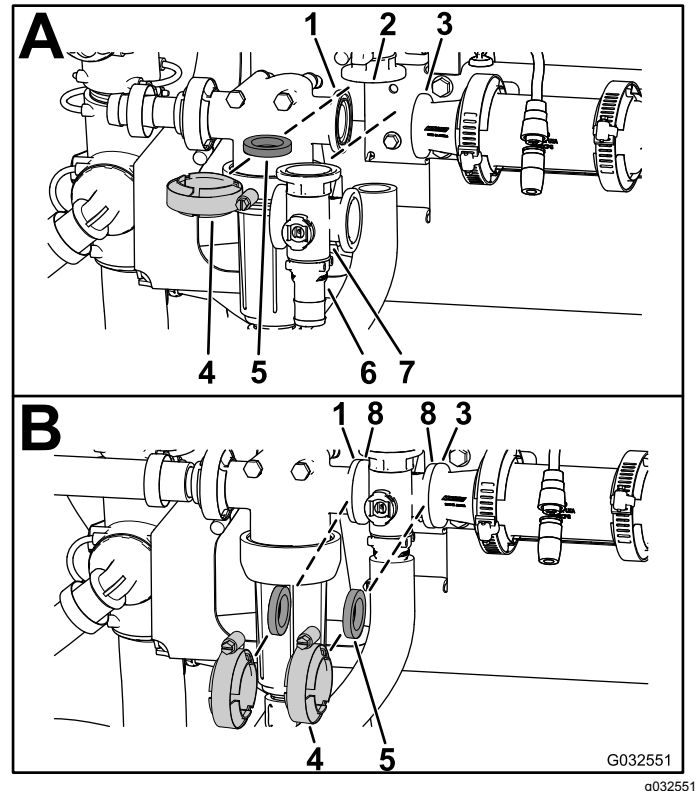

Figura 109
1. Allineate la flangia della valvola di bypass dell'agitatore, una guarnizione e la flangia del raccordo del tappo terminale del collettore della valvola dell'agitatore (A di **Figura 109**).
2. Montate la valvola di bypass dell'agitatore, la guarnizione e il collettore della valvola dell'agitatore con un morsetto serrato manualmente (A di **Figura 109**).
3. Fissate il collegamento rapido al raccordo di bypass inserendo un fermo nella presa del raccordo di bypass (A di **Figura 109**).
4. Allineate una guarnizione tra le flange della testa del filtro della pressione e il collettore della valvola dell'agitatore (B di Figura 109).
5. Montate la testa del filtro della pressione, la guarnizione e il collettore della valvola dell'agitatore con un morsetto serrato manualmente (B di Figura 109).
6. Allineate una guarnizione tra le flange del collettore della valvola dell'agitatore e il giunto del riduttore (B di Figura 109).
7. Montate la valvola dell'agitatore, la guarnizione e il giunto del riduttore con un morsetto serrato manualmente (B di Figura 109).